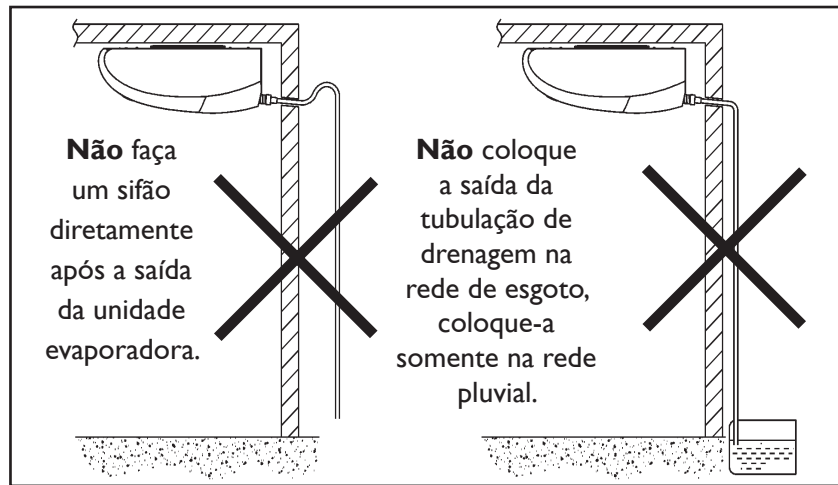

Figura 23 - Situações de drenagem ineficaz
- b) A unidade usa drenagem por gravidade. A tubulação da drenagem, no entanto, deve possuir declividade. Evite as situações indicadas na figura 23.